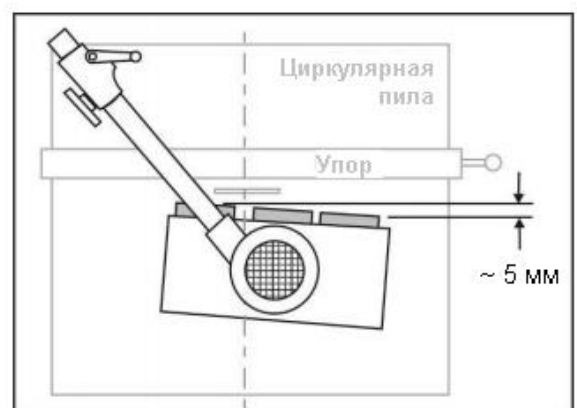

Рисунок 19
1. Установите устройство автоподачи с **3-мя роликами** так, чтобы ось пильного диска находилась между центральным и выходным роликом (см. рисунок 19). Установите устройство автоподачи с **4-мя роликами** так, чтобы ось пильного диска находилась между центральными роликами. Такое положение позволит устройству автоподачи захватывать обрезки заготовок на выходе из-под пильного диска.
2. Поверните устройство автоподачи под небольшим углом к упору в направлении подачи так, чтобы выходной ролик был примерно на 5 мм ближе к упору, чем входной ролик (см. рисунок 19).